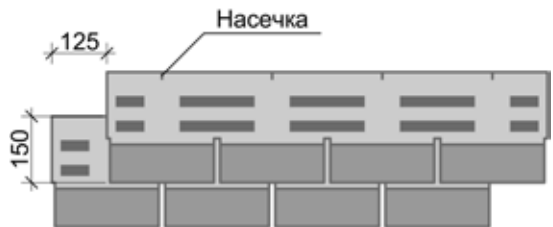

Рис. 13 Схема смещения фасадной плитки по вертикали и горизонтали.
8.1.6 Смещение фасадной плитки по горизонтали и вертикали необходимо устраивать согласно схеме, изображённой на рис. 13: